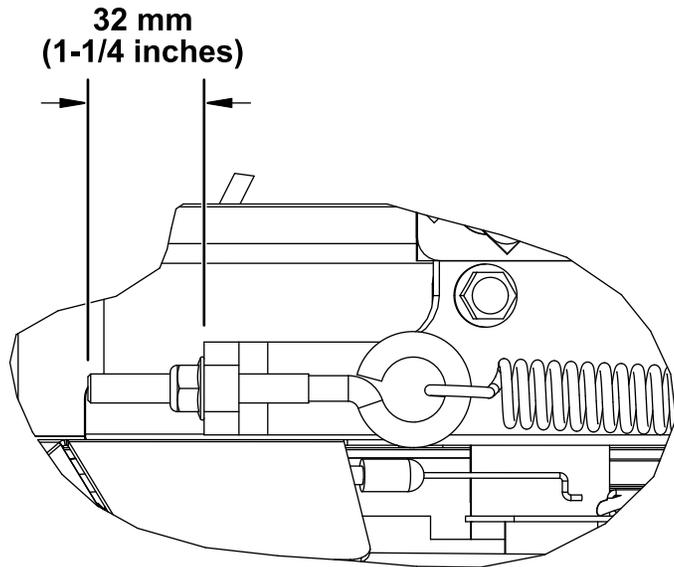

Figure 93
2. Tout en empêchant le boulon à œil de tourner, serrez le contre-écrou jusqu'à ce que le filetage dépasse de 32 mm (1-1/4 po) après le réglage, comme montré à la Figure 93.